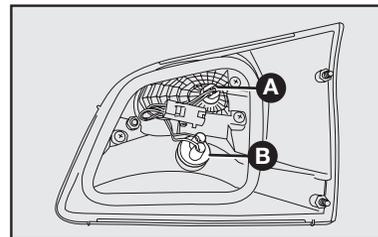

fig. 52
**A-fig. 52:** Luz de posição traseira.
**B-fig. 52:** Luz de marcha a ré.
2) Para substituir a lâmpada da luz de posição, puxar o porta-lâmpada **A-fig. 52** e puxar a lâmpada fixada a pressão. Em seguida, substituir a lâmpada e recolocar o porta-lâmpada.
3) Para substituir a lâmpada da luz de marcha a ré, girar no sentido anti-horário o porta-lâmpada **B-fig. 52** e puxar a lâmpada fixada a pressão. Em seguida, substituir a lâmpada e recolocar o porta-lâmpada, girando-o no sentido horário.